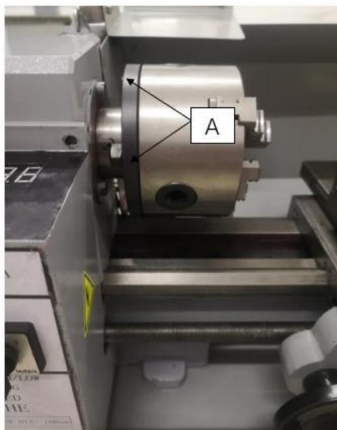

Fig.26
Med den här universella chucken kan rund triangulär fyrkantig sexkantig åttakantig och tolvhörnad bult spännas fast.(Fig.26)
För den ursprungliga 3, käftchucken som var monterad på svarven har fabriken monterat chucken på bästa sätt för att garantera hållprecisionen med två "0"-märken (A) Fig.26 som visas på chucken och chuckflänsen.